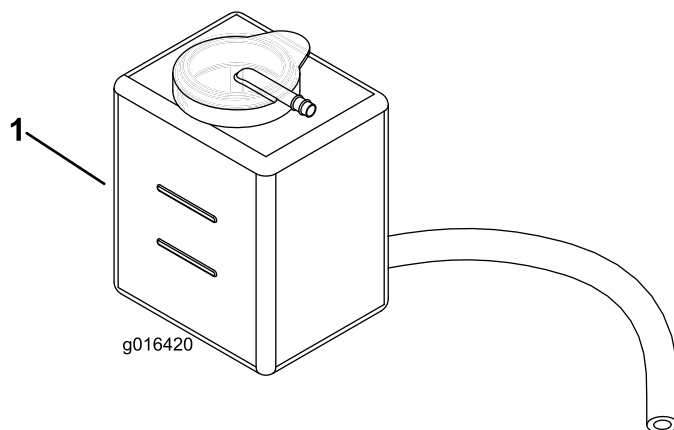

Figura 26
2. Verifique o nível do líquido de arrefecimento (Figura 26). Deve estar entre as linhas no depósito de expansão, com o motor frio.